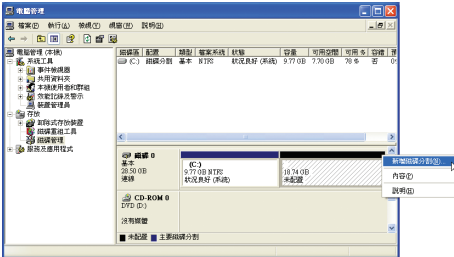

图6
- 如果在安装操作系统时，未做好磁盘分区的规划配置，您也可以在“磁盘管理”中，对除了操作系统磁盘外的磁盘分区进行再次分区配置（图6、7）。但“磁盘管理”中，若显示只有该操作系统磁盘一个磁盘分区，则无法进行磁盘空间再次分区配置，也无法进行一键还原（Xpress Recovery2），此时请重新安装操作系统和规划硬盘分区。